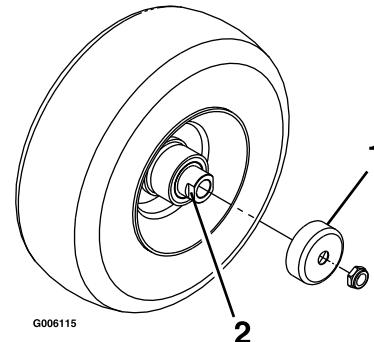

Bild 39
- Entfernen Sie die Dichtungsabdeckungen von der Radnabe (Bild 39).